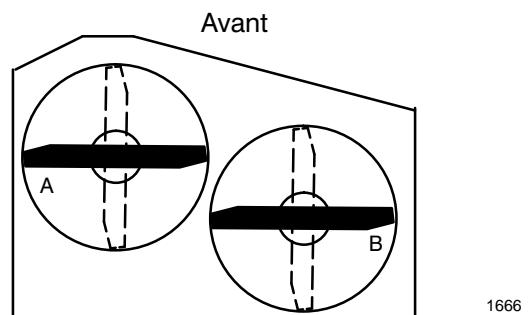
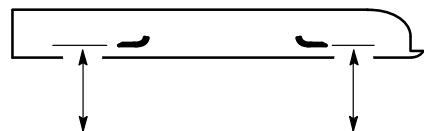

Figure 22
Figure 23
2. Placer les lames dans le sens transversal (Fig. 22). Mesurer en "A" et en "B" (Fig. 22) la hauteur de l'arête de coupe au-dessus du sol plat (Fig. 23).